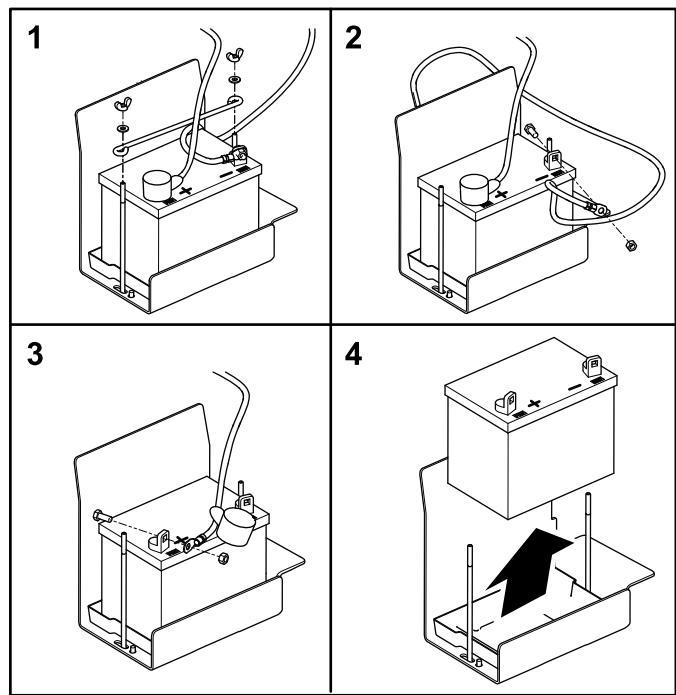

Bild 51
2. Entfernen Sie die Flügelmuttern und Scheiben, mit denen die Batterie befestigt ist (Bild 51).